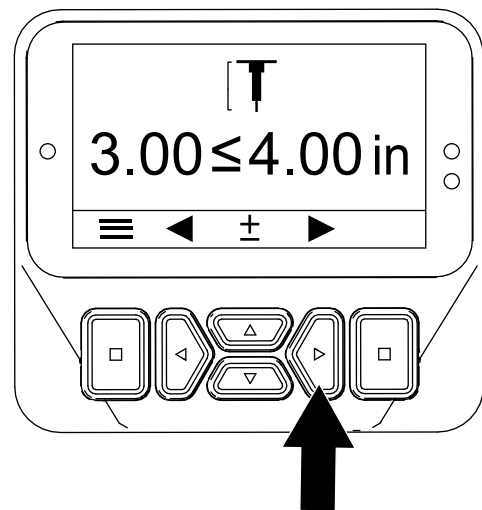

図 47
- 右ボタンを押して、「穴の深さの設定」画面を表示する (図 47)。